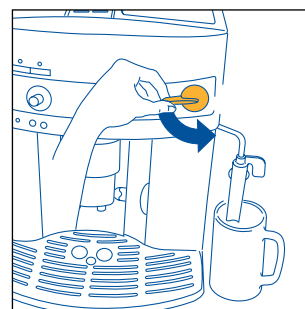

Fig.5
3. **ONMIDDELIJK DAARNA; NA MAXIMAAL 30 SECONDEN** de stoomknop helemaal tegen de wijzers van de klok draaien (fig. 5) (het is normaal dat het apparaat hier wat luidruchtig is).
- Draai de stoomknop een halve toer tegen de wijzers van de klok in (fig. 5): er drupt warm water uit het cappuccinomdstuk en in het onderliggend druiptbakje.
- Draai de stoomknop gedurende enkele seconden volledig tegen de wijzers van de klok in om wat stoom of water af te geven (fig. 5). Op die manier elimineert het stoempijpje eventuele melkresten. **BELANGRIJK:** Om hygiënische redenen, is het raadzaam deze handeling altijd uit te voeren, om te voorkomen dat de melk stagneert in de leidingen van het cappuccinomondstuk.